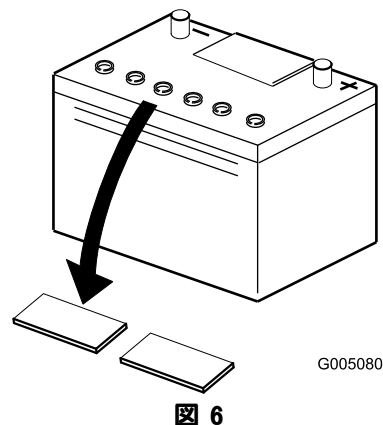

図 6
2. バッテリーの上部をきれいに拭い、キャップを取り外す（図 6）。